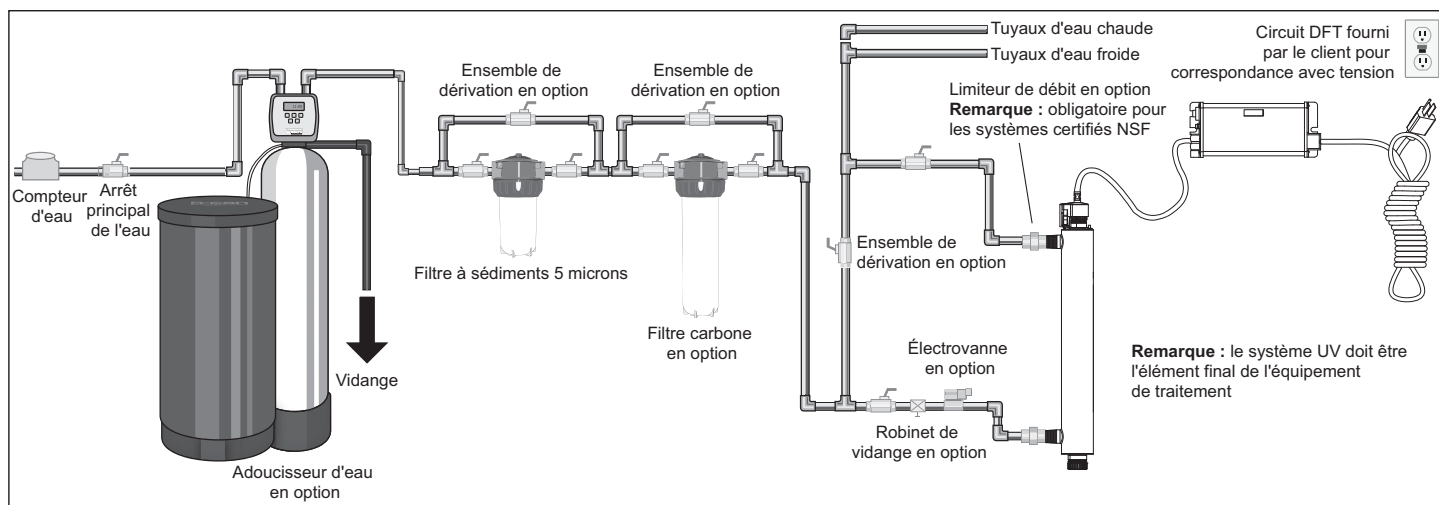

Figure 3 Système de désinfection
1. La Figure 3 décrit l'installation d'un système de désinfection et des composants connexes qui peuvent être utilisés pour l'installation. L'utilisation d'un ensemble de dérivation est recommandée dans le cas où le système nécessite une maintenance « hors ligne ». Dans ce cas, notez que le système nécessite une désinfection supplémentaire pour le système de distribution si de l'eau est utilisée pendant la dérivation. De plus, pendant la dérivation, l'eau NE sera PAS désinfectée et une étiquette « NE PAS CONSOMMER L'EAU » doit physiquement être installée sur l'ensemble de dérivation jusqu'à ce que le système soit assaini et à nouveau en service. Pour plus d'informations, consultez la